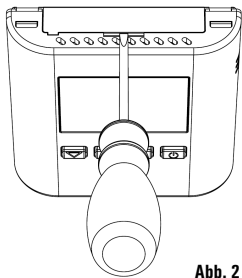

Abb. 2
- 1 Batteriefach herausziehen: die Spitze eines Schlitzschraubendrehers in den Schlitz einfügen und das Fach wie in Abbildung 2 und 3 dargestellt anheben.